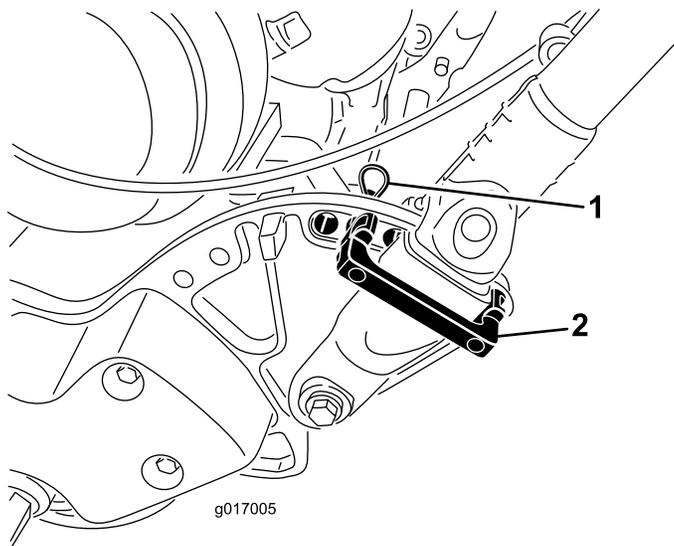

图 27
1. 从机器两侧的手柄卡环上卸下发卡销 (图 27)。
2. 当撑住手柄时取下两侧的发卡销然后将手柄旋转到所需的操作位置 (图 27)。